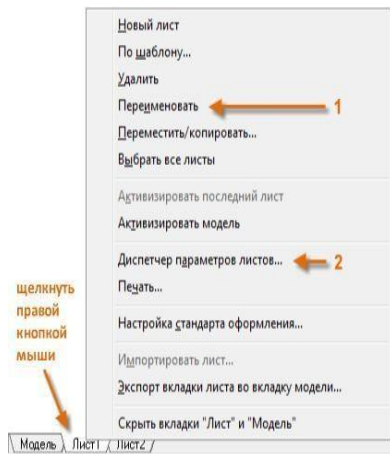

Рисунок 9.11 – Властивості аркуша
Задайте ім'я аркуша (1) та відкрийте *Диспетчер параметров листа* (2) (рис. 9.11).